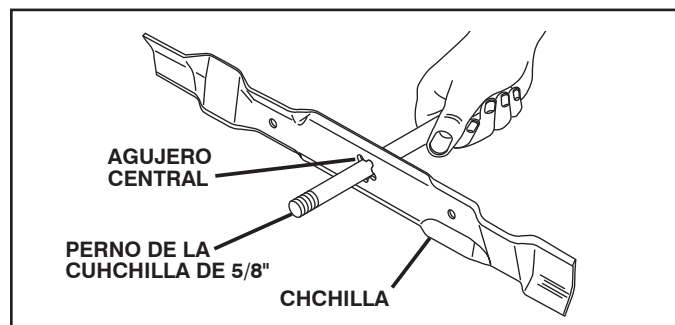

FIG. 13
**PARA AFILAR LA CUCHILLA (Vea Fig. 13):**